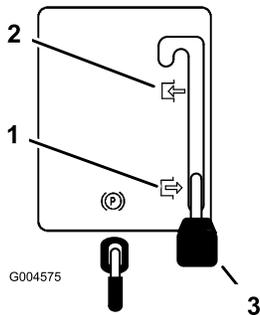

Figure 8
2. Mettez la commande des lames (PDF) en position engagée (Figure 8).
2. Mettez la commande des lames (PDF) en position désengagée (Figure 8).
4. Mettez la commande des lames (PDF) en position désengagée (Figure 8).